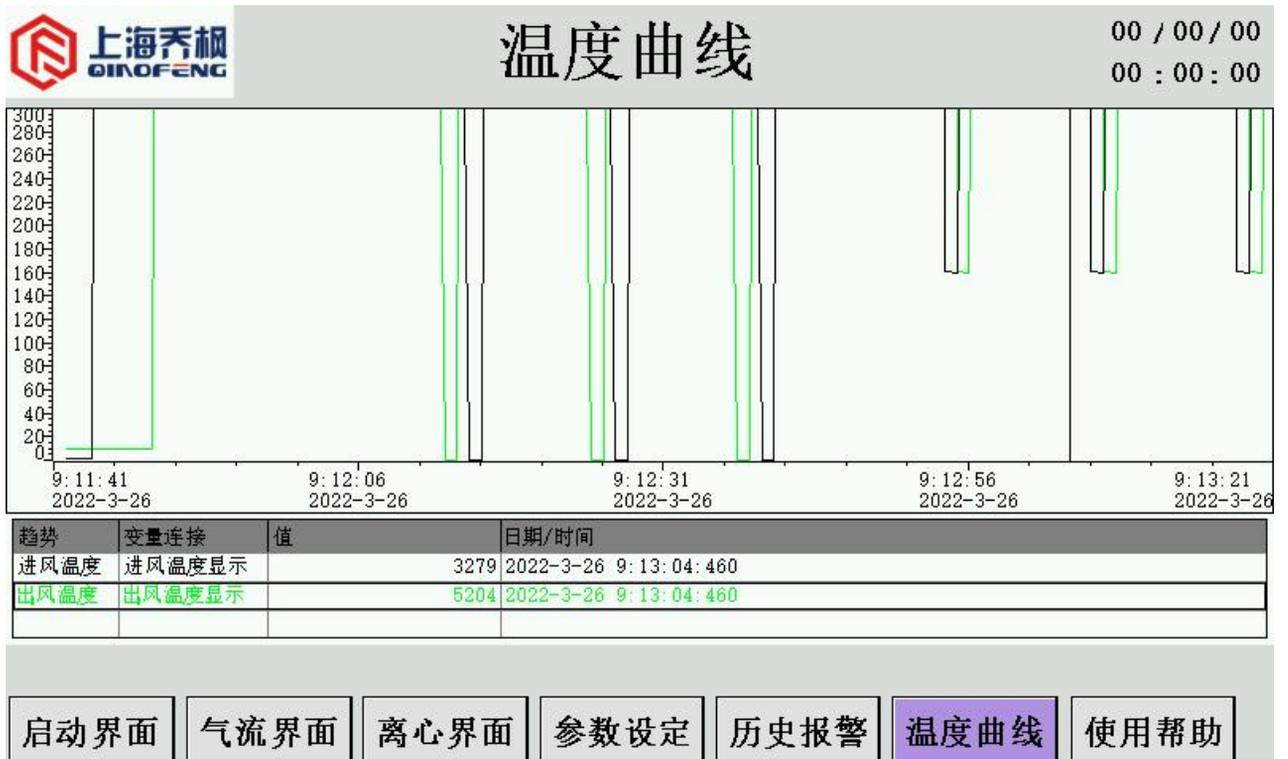

图 15
(4) 打开温度曲线界面，可查看设备使用中进出风温度实时曲线图。显示状态如图 15 所示。